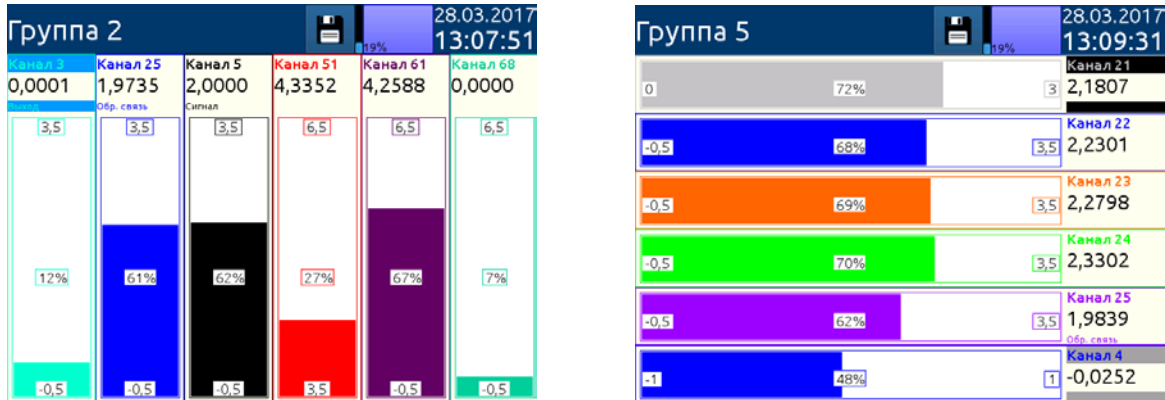

Рисунок 2.11
- в виде горизонтальных гистограмм (см. рисунок 2.11);
- в виде вертикальных гистограмм (см. рисунок 2.11);